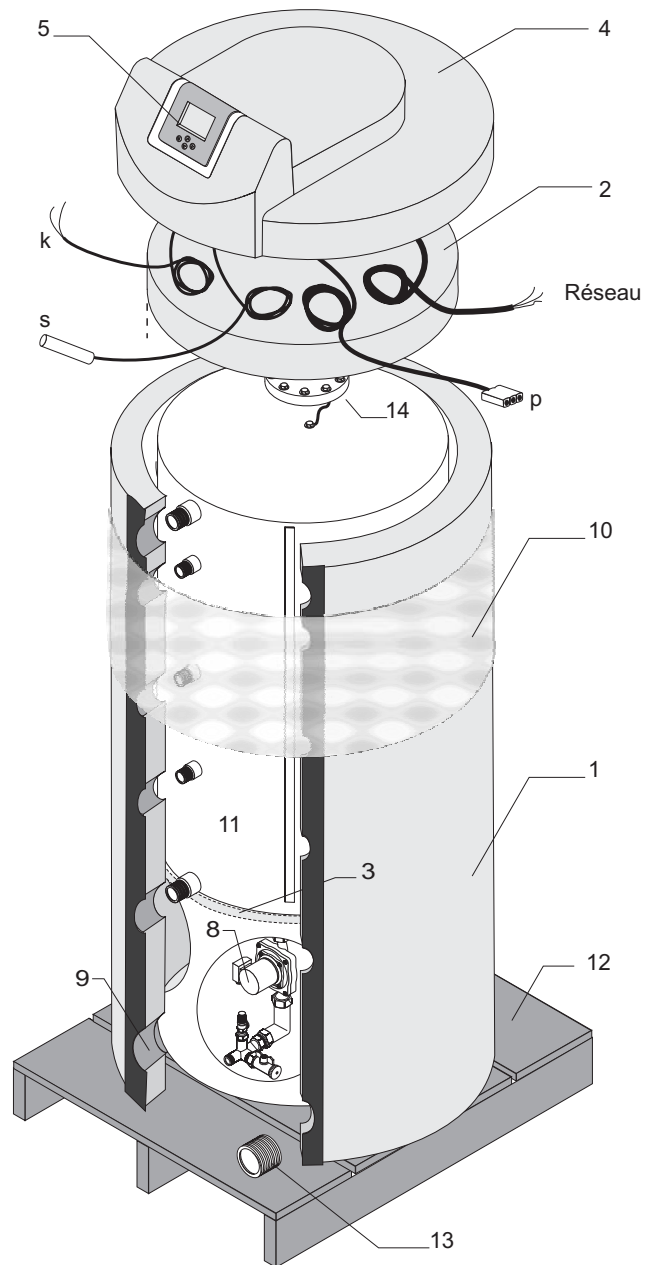
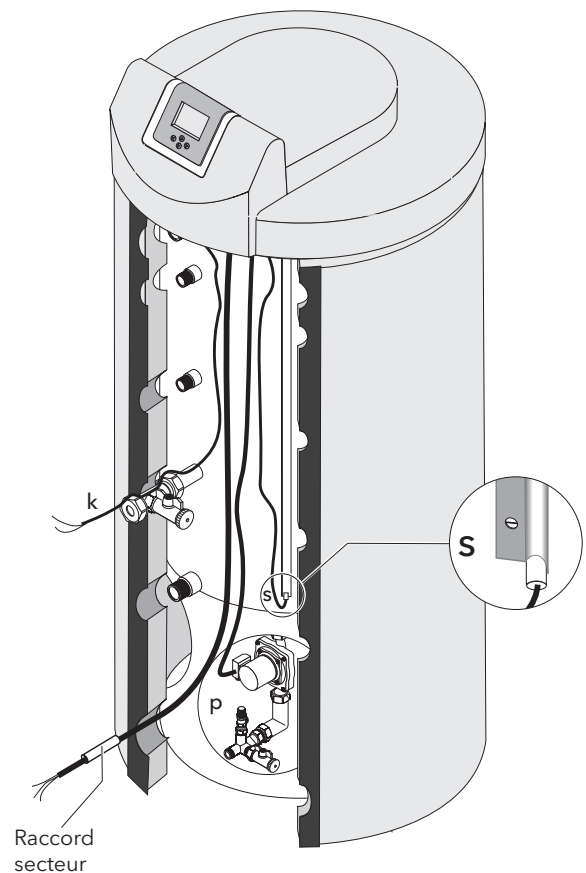

Fig. 20 Constitution du ballon SECUSOL
Fig. 29 Raccord des sondes: (s) sonde de température ballon; (p) câble de raccord de la pompe; (k) câble de raccord pour la sonde capteur
3.5 Mise en place du ballon (Fig. 20)
- Mettez en place l'isolation (1) autour du ballon selon la figure 20 avant le raccord de la régulation mais ne la fermez pas encore.
- Installez l'isolation du couvercle (2) dans le manteau isolant (1) et positionnez le capot du ballon (4) sur le ballon.
- Le raccord au secteur de la régulation est pré-câblé. Le câble secteur peut être tiré vers l'extérieur au moyen des rainures visibles dans le capot, pour cela découpez les à l'aide d'un couteau et sortez le câble. Etant donné que le câble tient les hautes températures, il est également possible alternativement de le sortir le long du retour solaire (Fig. 29) en le faisant passer entre l'isolation et le ballon. Lorsque vous prolongez le câble d'alimentation, prévoyez au minimum un diamètre de $3 \times 1,5 \text{ mm}^2$.
Raccords des sondes (Fig. 29)
Isolation du ballon (Fig. 20)